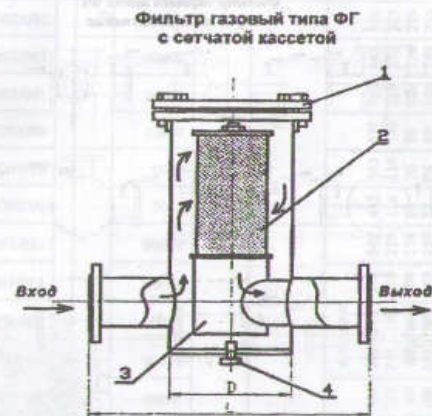

Рис.2
- ФГ-50/50С - фильтр газовый с сетчатым фильтрующим элементом, кассетного исполнения, см. рис. 2. Кассета может быть оснащена фильтрующей сеткой ГОСТ 6613 с размером ячеек в свету 50, 80 или 120 мм в зависимости от назначения фильтра, соответственно к обозначению фильтра добавляется цифра 5, 8 или 12.
4.1 Фильтр ФГ состоит из стального корпуса 3 (рисунок 2), крышки 1 и легкоъемного фильтрующего элемента 2..